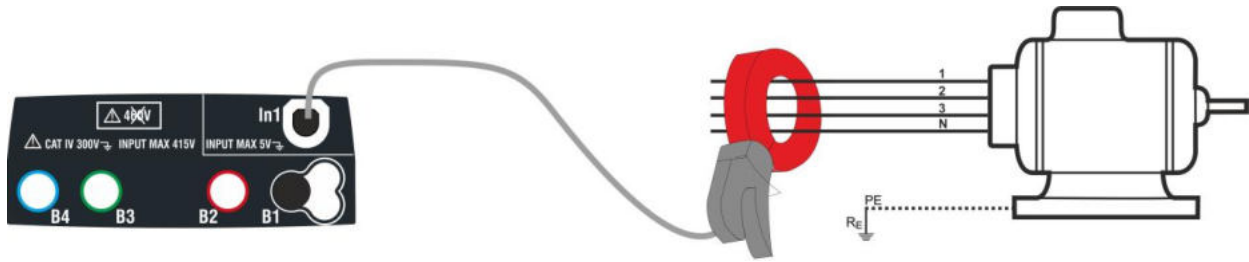

Fig. 26: Misurazione indiretta della corrente di dispersione in impianti trifase
4. Per misure indirette della corrente di dispersione collegare la pinza esterna in accordo alla Fig. 26. Per misure dirette della corrente di dispersione collegare la pinza in accordo alla Fig. 27 e scollegare le eventuali connessioni aggiuntive di terra che potrebbero influenzare i risultati della prova